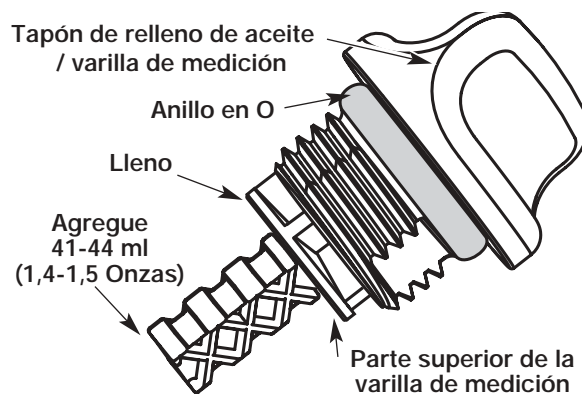

Fig. 57
5. Retire el tapón de relleno de aceite / varilla de medición e inspeccione el nivel del aceite. El aceite debe llegar hasta la parte superior de la varilla de medición (Fig. 57).